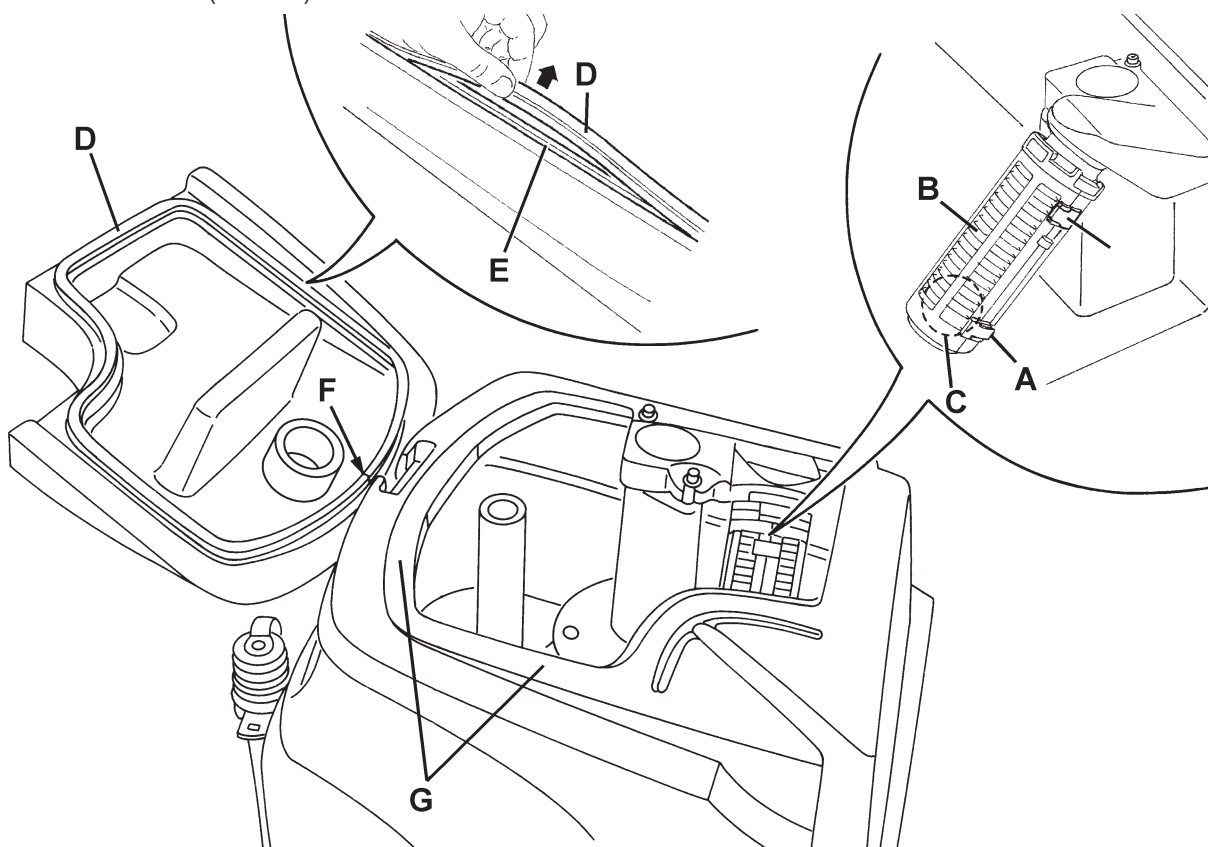

Figure 4
5. Si besoin est, dégager les dispositifs de retenue (A, Fig. 4), ouvrir la grille (B), récupérer le flotteur (C) et nettoyer soigneusement ; enfin reposer en place.
6. Contrôler l'intégrité du joint d'étanchéité (D) du couvercle du réservoir.